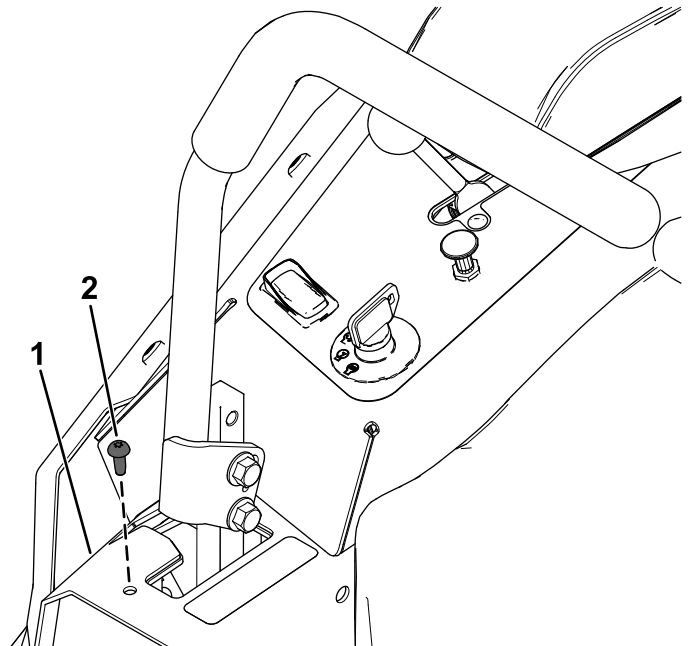

Bild 10
3. Entfernen Sie die Blechschraube von der Abdeckung des rechten Fahrtriebshebels (Bild 10).